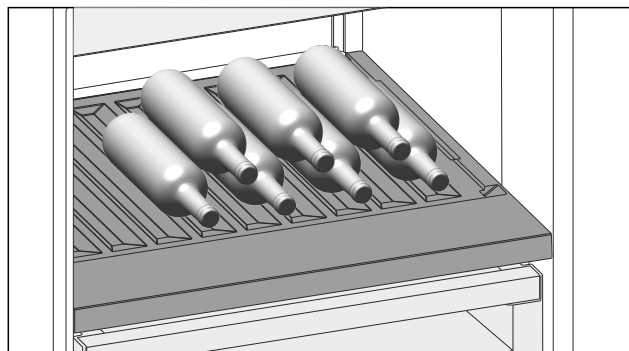

Fig. 181 Príkladné zobrazenie
- Fľaše vkladajte dnom dozadu k zadnej stene. (pozri Fig. 181)